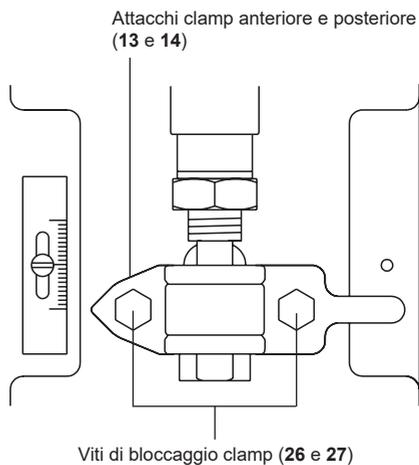

Fig. 8
- Allentare e rimuovere i dadi e le viti degli attacchi clamp (**26** e **27**, rif. Fig. 8) e rimuovere l'adattatore della valvola (**11**).